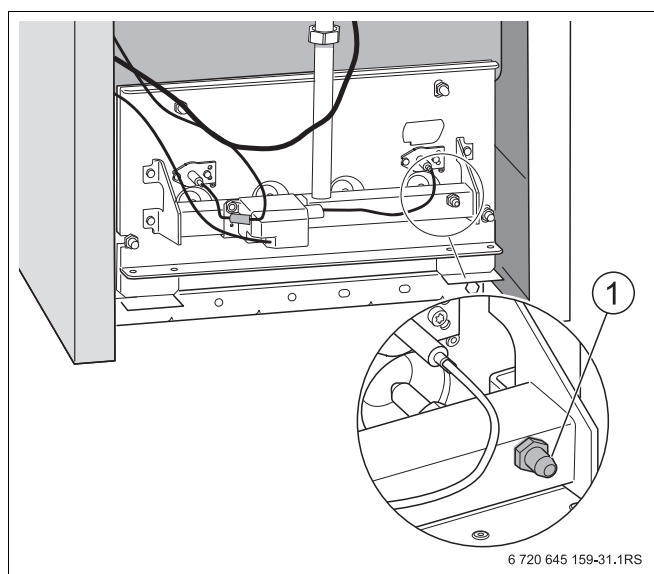

Рис. 45 Газовая горелка
- Открутить на два оборота измерительный ниппель на газораспределительной гребенке (Рис. 45, поз. 1).